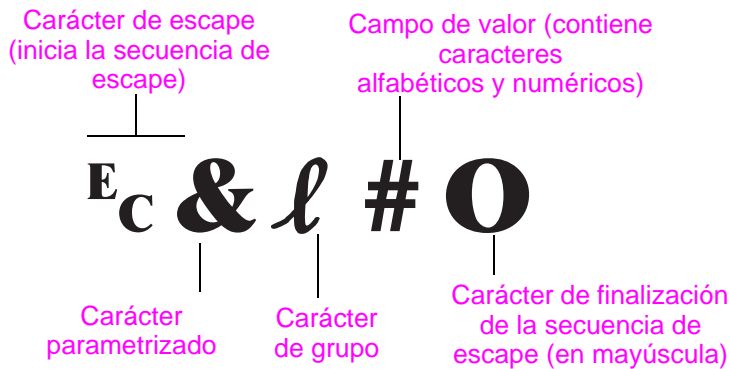

Figura D-1 Elementos de los comandos de impresora
La figura D-1 muestra los elementos que constituyen un comando de impresora típico (en este caso, se trata de un comando que establece la orientación de página).
- 1 Los dos primeros caracteres después del carácter E_C (los caracteres parametrizados y de grupo; vea la figura D-1) deben ser los mismos en todos los comandos que se combinen.